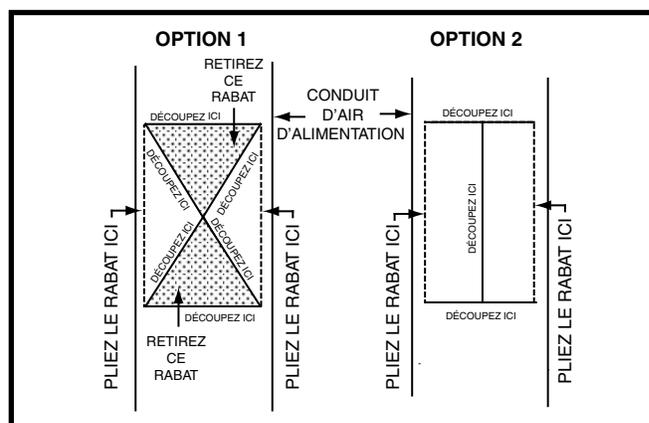

Figure 10. Ouvertures étroites de conduit d'air
- Tracez et découpez le haut du conduit d'alimentation en air tel qu'indiqué dans l'Option 1 ou l'Option 2 (Figure 10). Si l'Option 1 est sélectionnée, découpez le métal dans la zone ombragée.